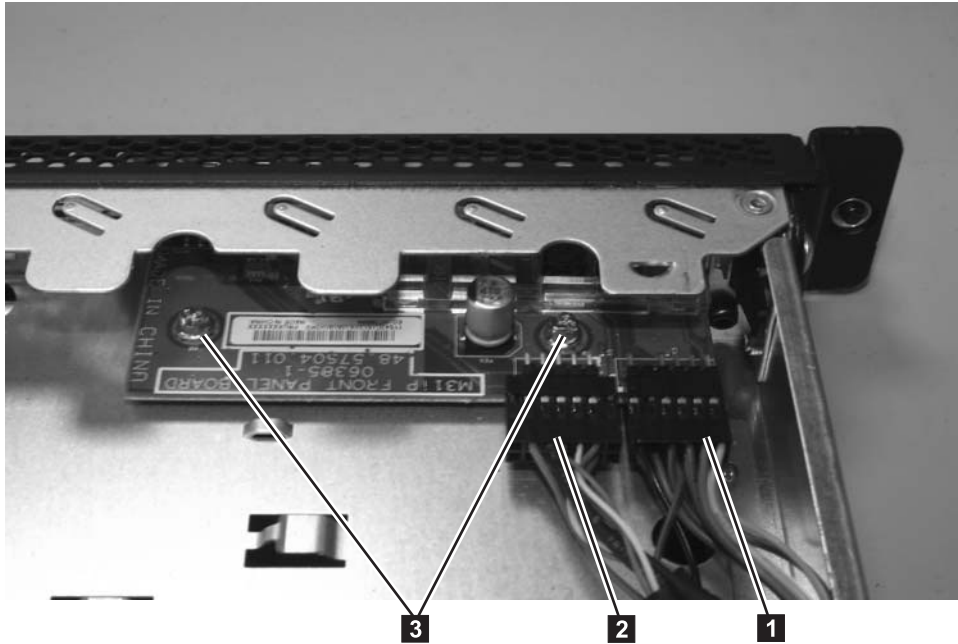

図 225. SAN ボリューム・コントローラー 2145-8A4 オペレーター情報パネル
1. 258 ページの図 225 に示すように、ライト・パネル・ケーブル **1** および前面 USB ケーブル **2** をオペレーター情報パネル・ボードに接続します。